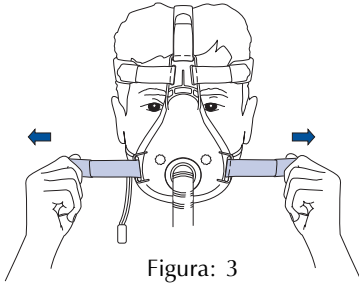
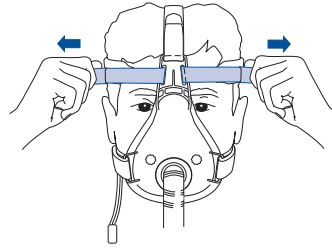

Figura: 3
Figura: 4
- 4 Aperte as correias laterais inferiores de Velcro (Fig. 3) e em seguida as laterais superiores (Fig. 4), de modo a obter um ajuste seguro e confortável.